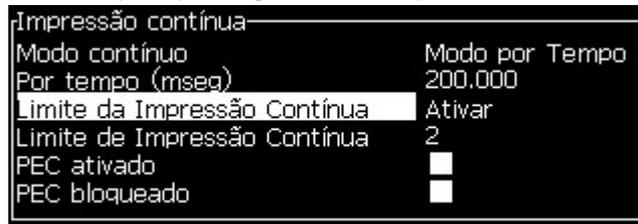

Figura 4-26: Caixa de diálogo Impressão contínua
- 1 Selecione *Impressão contínua* no Menu *Imprimir*. A caixa de diálogo *Impressão contínua* aparece (veja Figura 4-26).